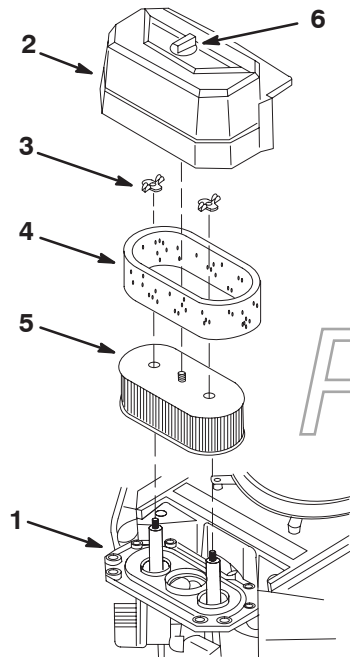

Figure 30
3. Nettoyez la surface autour du filtre à air pour éviter que des impuretés ne s'introduisent dans le moteur et l'endommagent (Fig. 30).
4. Dévissez le bouton du couvercle et déposez le couvercle du filtre à air (Fig. 30).
5. Dévissez les 2 écrous papillons et déposez l'ensemble filtre à air (Fig. 30).
6. Sortez **délicatement** l'élément en mousse hors de l'élément en papier (Fig. 30).
1. Tapotez doucement l'élément sur une surface plane pour faire tomber la poussière et la saleté (Fig. 30).
1. Glissez délicatement l'élément en mousse sur l'élément en papier (Fig. 30).
2. Posez l'ensemble filtre à air sur sa base et fixez-le en place avec l'écrou (Fig. 30).
3. Mettez le couvercle du filtre en place et serrez le bouton (Fig. 30).